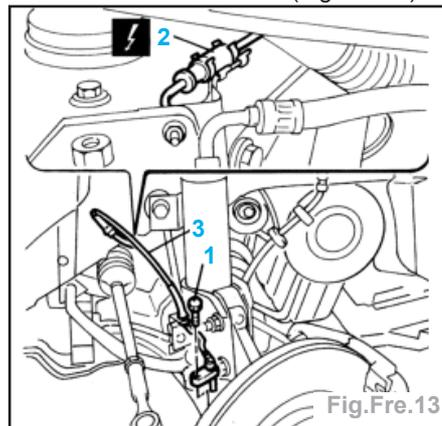

Fig.Fre.13
- Dévisser la vis (1) de fixation du capteur de tours de la roue AVD (Fig.Fre.13).